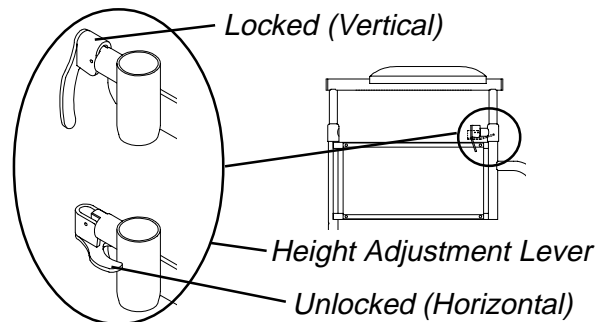

FIGURE 2 - ADJUSTING ARMREST HEIGHT - ADJUSTABLE HEIGHT ARMS ONLY
**ADJUSTING ARMREST HEIGHT - ADJUSTABLE HEIGHT ARMS ONLY (FIGURE 2)**